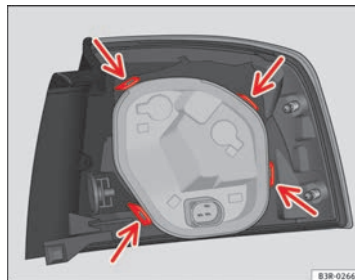

Fig. 225 Fije el portalámparas en la unidad de luz trasera
- Compruebe que las cuatro lengüetas hayan encastrado ⇒ fig. 225 -flechas-.